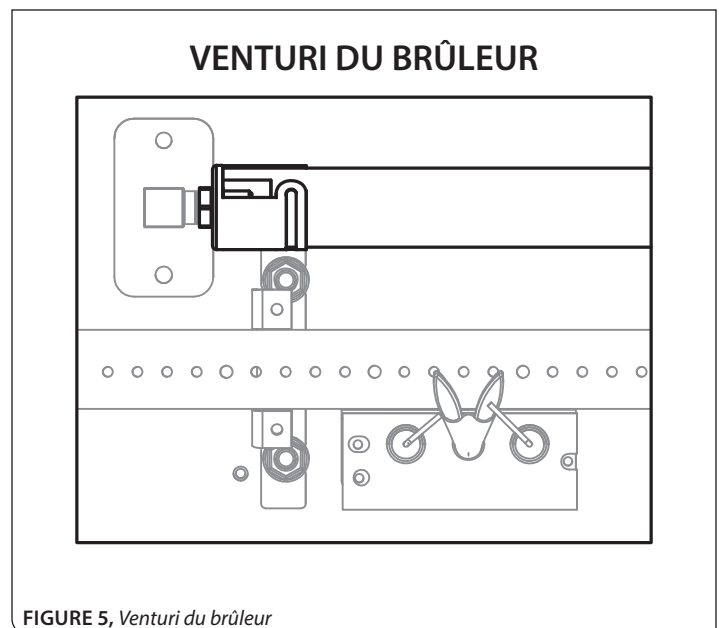

FIGURE 5, Venturi du brûleur
Étape 1: Ajustez le venturi du brûleur. Desserrez la vis retenant obturateur d'air du venturi et ajustez-le au réglage approprié. Voir **FIGURE 5** et **TABLEAU 2**.